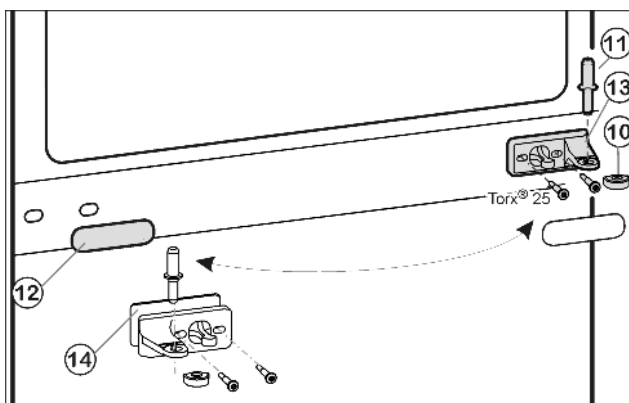
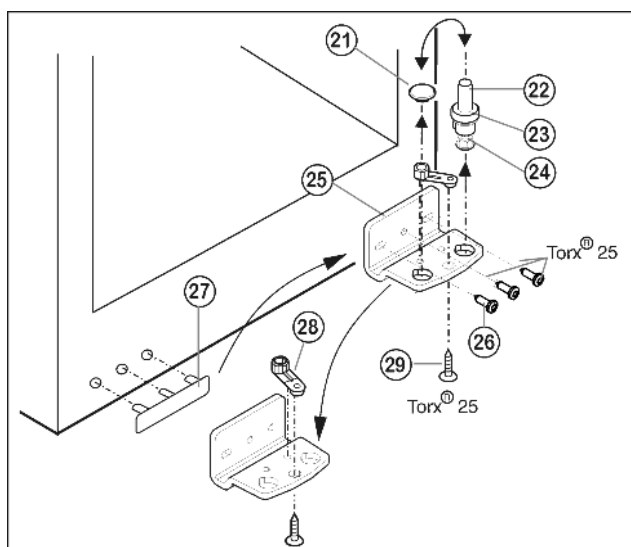

Fig. 8
Fig. 9
- ▶ Retirer le pivot central Fig. 8 (11) de sa charnière et de la porte inférieure.
- ▶ Retirer le capuchon en plastique Fig. 8 (10).
- ▶ Dévisser le support d'appui du milieu Fig. 8 (13) (2 Torx® 25).
- ▶ Retirer avec précaution le panneau-cache Fig. 8 (12).
- ▶ Visser le support d'appui du milieu Fig. 8 (13) avec le support pivoté Fig. 8 (14) de 180° sur le nouveau côté charnière (avec 4 Nm).
- ▶ Encliqueter de nouveau le panneau-cache Fig. 8 (12) tourné de 180° sur le nouveau côté poignée.
- ▶ Dévisser le pivot Fig. 9 (22) complètement avec le disque Fig. 9 (23) et le pied réglable Fig. 9 (24) vers le haut.
- ▶ Enlever le bouchon Fig. 9 (21).
- ▶ Dévisser Fig. 9 (26) le support d'appui Fig. 9 (25).
- ▶ Dévisser l'élément pivotant Fig. 9 (28) et le permuter dans le trou opposé du support d'appui.
- ▶ Soulever le cache côté poignée Fig. 9 (27) avec précaution et le positionner sur le côté opposé.
- ▶ Revisser à fond le support d'appui Fig. 9 (25) sur le nouveau côté charnière en utilisant une visseuse sans fil si nécessaire, avec un couple de serrage de 4 Nm.
- ▶ Replacer le bouchon Fig. 9 (21) dans l'autre trou.
- ▶ Replacer le pivot Fig. 9 (22) complètement avec le disque et le pied réglable. Faire attention à ce que les ergots d'encliquetage soient tournés vers l'arrière.
- ▶ Placer la porte supérieure par le haut sur le pivot inférieur Fig. 9 (22).
- ▶ Remettre le capuchon en plastique Fig. 8 (10) sur le support d'appui central Fig. 8 (13).
- ▶ Placer le pivot du milieu Fig. 8 (11) sur le nouveau côté charnière à travers le support d'appui central Fig. 8 (13) dans la porte inférieure.
- ▶ Placer la porte supérieure sur le pivot du milieu Fig. 8 (11).
- ▶ Aligner éventuellement les portes à la carrosserie grâce aux deux trous longitudinaux dans le support d'appui inférieur *Fig. 9 (25)* et le support d'appui central *Fig. 8 (13)*. Pour cela, dévisser la vis centrale du support d'appui inférieur *Fig. 9 (25)*.